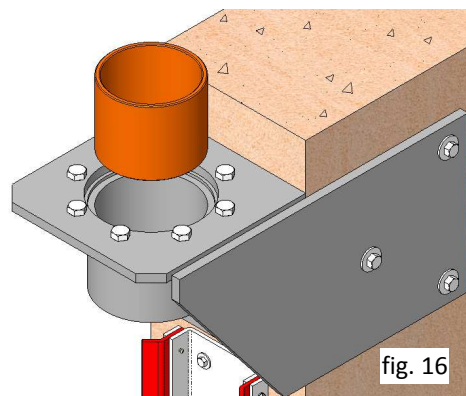

fig. 16
12. Profiter pour retirer la douille supérieure de rotation du support de la douille supérieure (fig. 16).